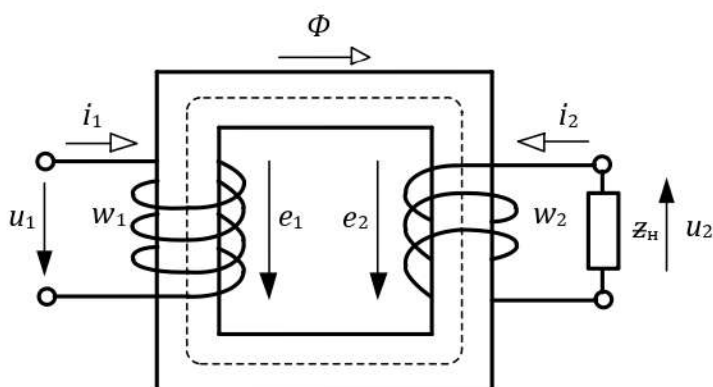

Рисунок 1 – Однофазний трансформатор
4. Рисунок 1 – Схема електрична принципова експериментальної установки для метрологічної повірки вольтметра
Трансформатор – це пристрій, призначений для перетворення електричної енергії змінного струму однієї напруги в електричну енергію змінного струму іншої напруги при збереженні частоти струму. *Однофазний трансформатор* містить (див. рисунок 1) магнітопровід, який виготовлений із електротехнічної сталі, дві обмотки – первинна та вторинна, які виготовлені з міді та які розміщуються на магнітопроводі, ізольовані від магнітопроводу та одна від одної.
3.2 Зібрати схему електричну принципову експериментальної установки для дослідження однофазного трансформатора – рисунок 1.